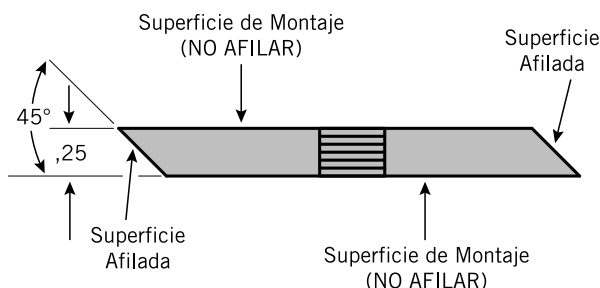

Figura 5.3, Superficies de las cuchillas chipeadoras
2. Vuelva a afilar el borde angulado de las cuchillas de corte a 45 grados (Figura 5.3). Al afilar las cuchillas, use el escantillón para el ángulo de las cuchillas de manera de obtener el ángulo correcto (véase la Figura 5.4).